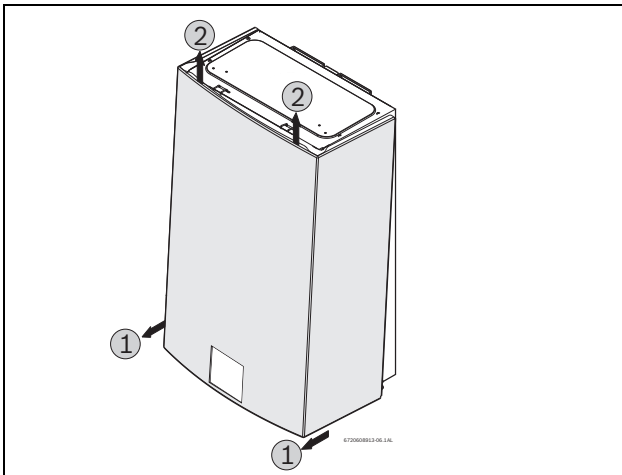

Рис. 24
- ▶ Зніміть передній кожух, див. Рис. 24.